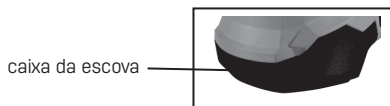

Fig. 8
A escova de carvão pode ser removida retirando a cobertura da tampa (9), a borracha da tampa e a tampa da escova, por esta ordem, no interior (ver Fig. 8)